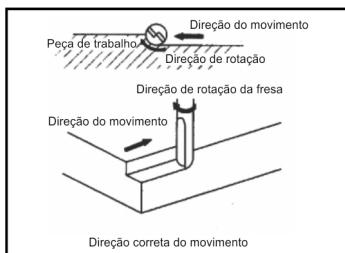

Fig. 2 – Fresando cantos e bordas
- c. Mova a tupia no sentido indicado na Fig. 2, mantendo a tupia nivelada e com avanço suave e constante para um melhor acabamento.